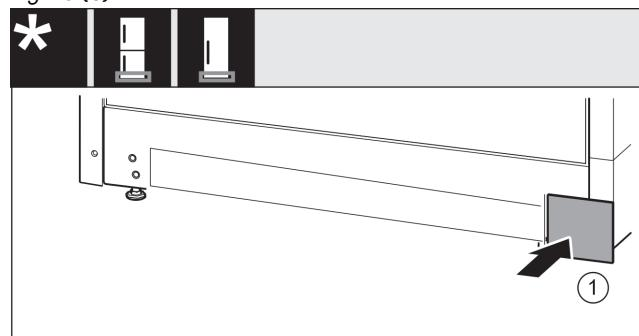

Fig. 17
- Așezați apărătoarea din nou pe cealaltă parte. Fig. 17 (1)